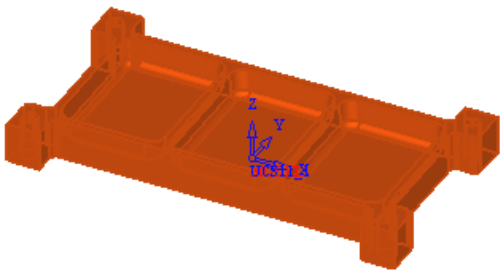

图 5-47 选择所有曲面（1）
- 展开“零件”选项，单击“零件曲面”按钮，然后单击“选择”工具栏上的选择所有按钮，系统选中所有曲面；此时图形中所有曲面高亮显示，如图 5-47 所示。